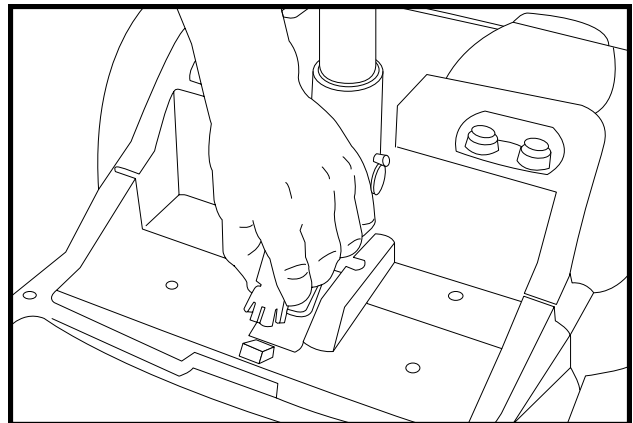

Abb. 14. Zentralverbindungskabel
4. Zentralverbindungskabel trennen. Siehe Abb. 14.